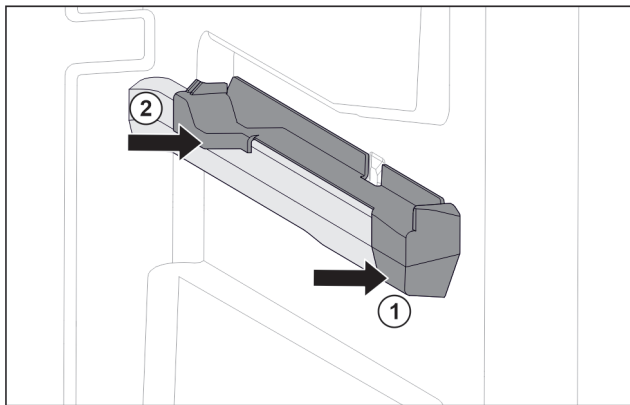

Fig. 19 Elemento inseribile sulla nervatura destra del contenitore
- ▶ Posizionare l'elemento inseribile sulla parte anteriore della nervatura del contenitore. Fig. 19 (1)
- ▶ Premere l'elemento inseribile sulla parte posteriore. Fig. 19 (2)